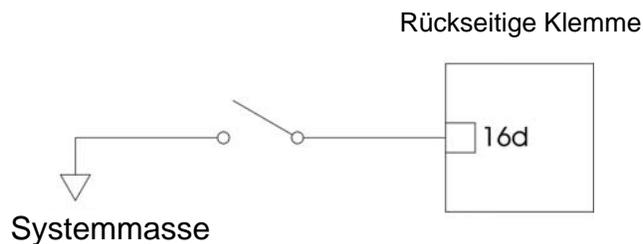

Abbildung 33 - Schalteranschluss für Card Test (Kartentest)
Abbildung 33 zeigt mit einem Blockschaltbild den Schalteranschluss für den Eingang **Card Test** (Kartentest).
- Der Eingang Kartentest besteht aus eine einpoligen Verbindung für die Fernbedienung der Funktionen des Modells 4802A. Für weitere Informationen bezüglich des Kartentests vergleichen Sie bitte Abbildung 33.